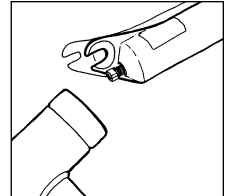

Fig. 6
6. Verwenden Sie einen 5 mm Inbus-Schlüssel und lösen Sie die Führungsschrauben um ein paar Umdrehungen. Schlagen Sie kräftig mit einem Gummihammer auf die Schrauben, um die Führungsstangen im unteren Rohr zu lösen (s. Abb. 6). Entfernen Sie die Schrauben. Wenn Sie die Führungsschrauben entfernen, läuft das Öl des Hydracoil-Systems aus den unteren Rohren. Fangen Sie das Öl mit der Ölwanne auf und entsorgen Sie es vorschriftsgemäß.